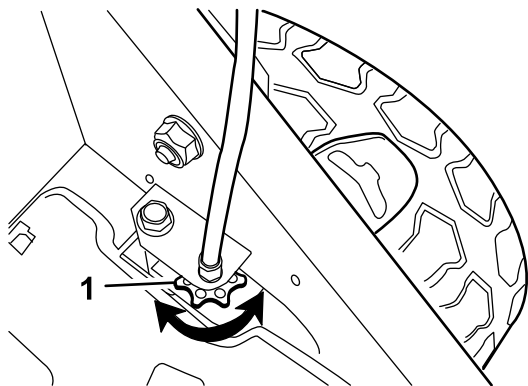

Figura 22
- Se as rodas não rodarem quando engata a barra de transmissão autopropulsora, a correia de tração está solta. Rode o manípulo de controlo da transmissão das rodas (Figura 22) uma volta para a direita e repita os passos 4 a 6.
- Se as rodas rodarem antes de engatar a barra de transmissão autopropulsora totalmente, a correia de tração está demasiado apertada. Rode o manípulo de controlo da transmissão das rodas (Figura 22) uma volta para a esquerda e repita os passos 4 a 6.